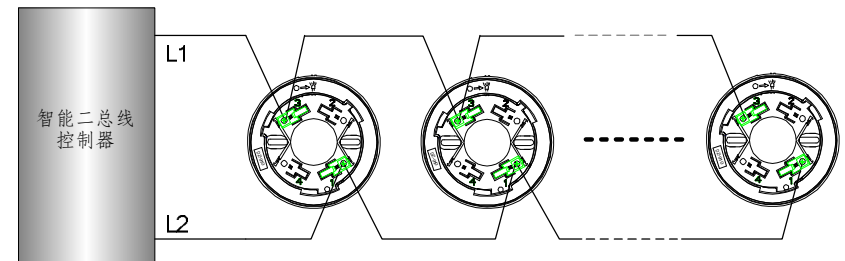

图 3
2. 接线方式：探测器通过二线制总线接入相兼容的火灾报警控制器，采用无极性连接，二线制总线的 L1、L2 与配套底座的 1 端和 3 端相连。多个探测器与控制器的示意图如图 3 所示。